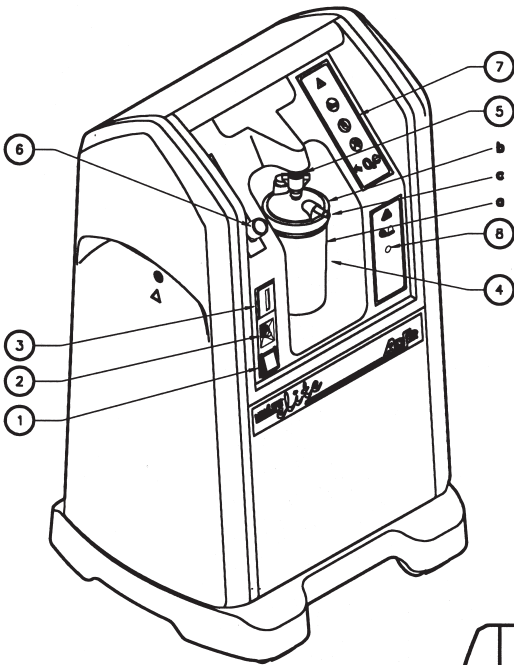

Fig. I.1
I. 1. Forpanel (Fig. I. 1) .....	2-DA
### I. 1. Forpanel (Fig. I. 1)